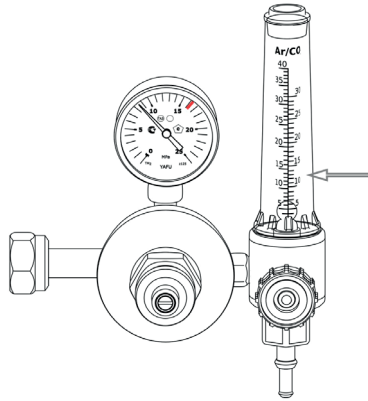

Рис. 8.3. Расход защитного газа.
8. С помощью редуктора (см. рис. 8.3) установите необходимый расход защитного газа (от 4 до 30 л/мин в зависимости от выполняемых задач или см. табл. 8.3, 8.4).